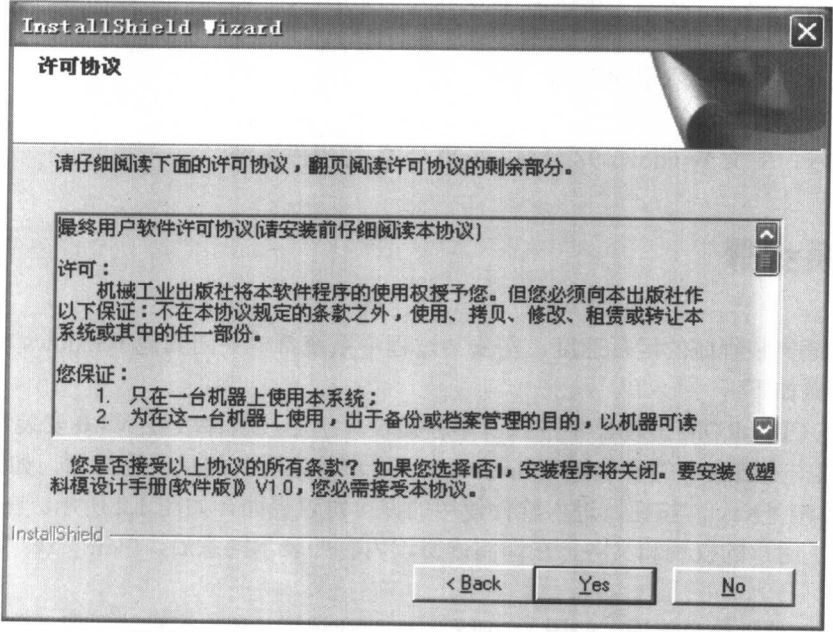

图 1.2 使用许可协议界面
- （3）单击“Next”按钮，进入软件使用的许可协议界面，如图 1.2 所示。在用户安装协议中，说明了用户的权利和义务，在您阅读协议内容并表示同意后，单击“Yes”按钮，进入下一步操作。